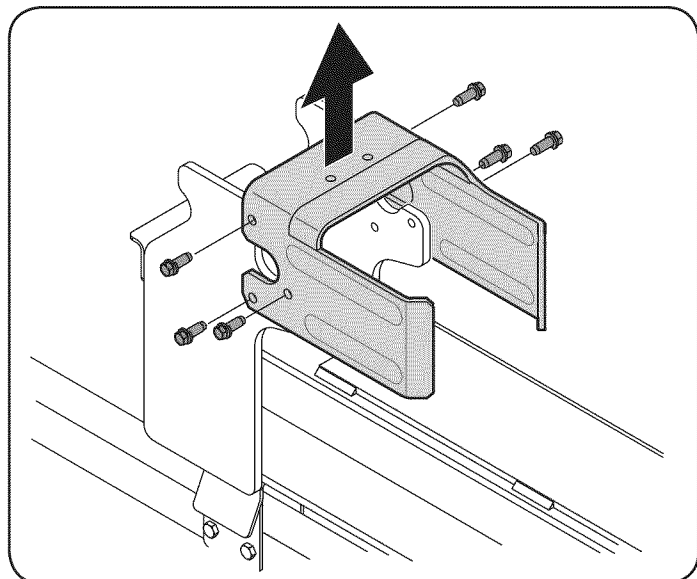

Figura 4
- Desconecte el liberador del soporte soldado de vigueta retirando los seis tornillos hexagonales. Vea la Figura 4.